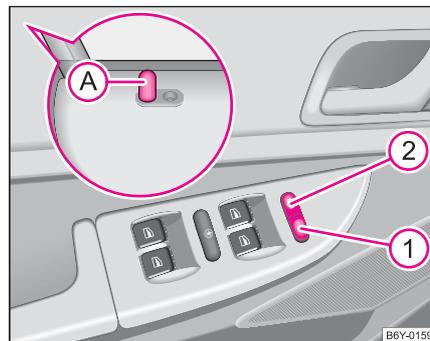

Abb. 23 Tasten für Zentralverriegelung
Beim Entriegeln oder Verriegeln bewegt sich der Sicherungskopf **(A)** in der Tür nach oben oder nach unten ⇒ Seite 43, Abb. 23.
- mit den Sicherungsknöpfen in den Vordertüren (A) ⇒ Seite 43, Abb. 23 (nur verriegeln)
Ist die Safe-Sicherung außer Betrieb gesetzt, blinkt die Kontrollleuchte neben dem Sicherungsknopf (A) in der Fahrertür nicht → Seite 43, Abb. 23. Das gilt jedoch nicht im Falle der aktivierten Diebstahlwarnanlage*, denn die Kontrollleuchte zeigt an, dass die Anlage aktiv ist.
– Drücken Sie die Taste (1) ⇒ Abb. 23 oder drücken Sie den Sicherungsknopf (A) in der vorderen Tür nach unten.
– Drücken Sie die Taste (2) ⇒ Abb. 23.
- In der Abbildung ⇒ Seite 43, Abb. 23 ist die Bedienung von Fahrzeugen dargestellt, die mit Fenster-Komfortbedienung* ausgestattet sind ⇒ Seite 49. ■